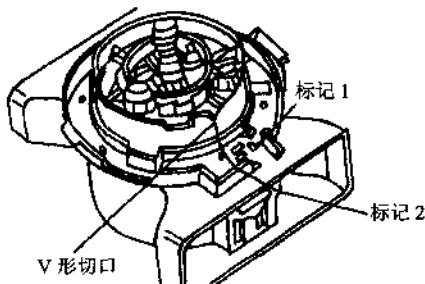

图 1.20 安装燃油泵（一）
- ① 组装带凸缘的燃油泵及储油腔，连接进油管并插入油箱，将储油腔内部件装入外部件内（油箱内），如图1.20所示，使内部件上的V形切口与外部件上的标记1对齐，用燃油泵扳手3307逆时针转动储油腔内部件及燃油泵（约15°），V形切口与标记2对齐（卡口式固定）。
② 按拆卸的相反顺序安装燃油泵，安装时在凸缘密封件上涂一层汽油。进油管与回油管不可互换（回油管为蓝色）。用弹簧式卡箍紧固燃油软管。